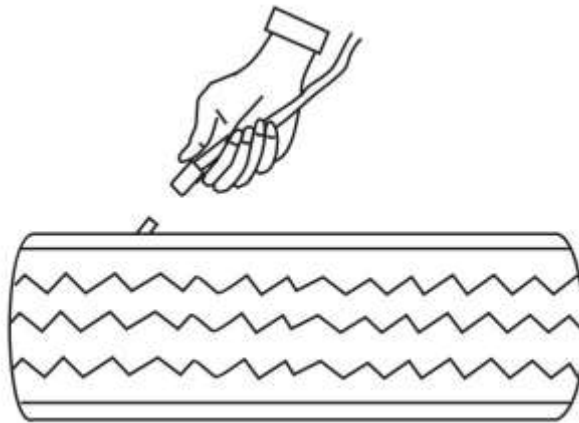

Abb. 41
- Befüllerauslass zum Reifenventil anschließen (Abb. 41).